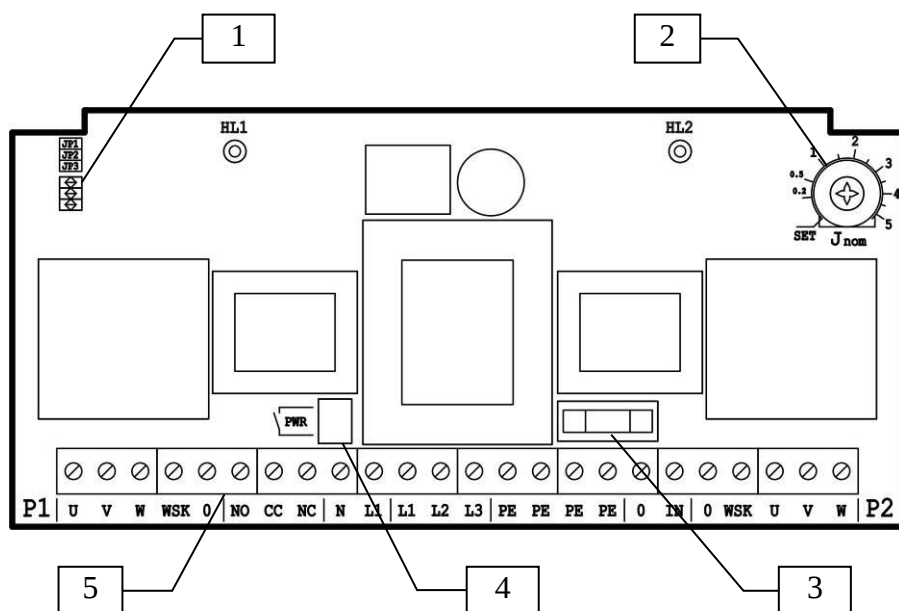
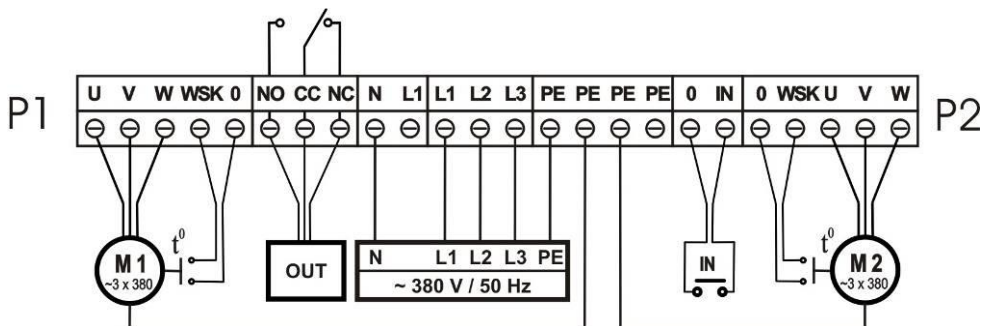
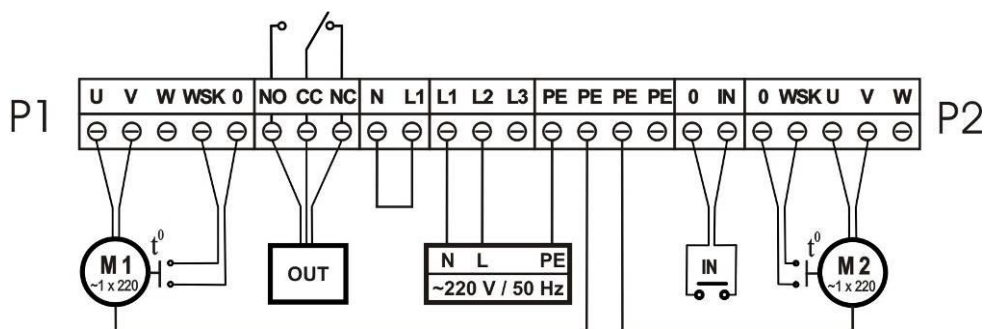

Рис. 2 Внутренний вид прибора
Рис. 3 Схема подключения прибора к трехфазной электросети
Рис. 4 Схема подключения прибора к однофазной электросети
5.2 Внутренний вид прибора (рис. 2)
- для подключения питающей электросети необходимо использовать соответствующие клеммы и кабель с сечением соответствующим току потребляемому двигателями. Схемы подключения питающей электросети в зависимости от количества фаз приведены на рис.3 и рис.4:
L1, L2, L3, N, PE -клеммы для подключения к трехфазной электросети ~380 В, 50 Гц (рис.3);
L1, L2, PE - клеммы для подключения к однофазной электросети ~220 В, 50 Гц: L2-фаза, L1-нейтраль. Так же необходимо соединить перемычкой клеммы **N** и **L1** (рис.4);
- при подключении внешнего устройства сигнализации неисправности/работы используется выходное реле **OUT** - клеммы **NO**, **CC**, **NC** (рис.3, рис.4). При помощи перемычек **JP2** и **JP3** (рис.2, поз.1), устанавливается функция выходного реле OUT (см. п.7).
- после электрического подключения необходимо подсоединить клемму основного выключателя к соответствующему разъему на плате прибора (рис.2, поз.4).
- установить при помощи перемычки **JP1** (рис.2, поз.1) время автоматического переключения насосов:
- установить при помощи перемычек **JP2** и **JP3** (рис.2, поз.1) функцию выходного реле **OUT** - клеммы **NO**, **CC**, **NC** (рис.3, рис.4):
- произвести регулировку защитного отключения насоса при превышении тока в двигателе с помощью потенциометра номинального тока $J_{ном}$, (рис.2, поз.2). **Внимание! Не прикладывать чрезмерного усилия при вращении потенциометра!**